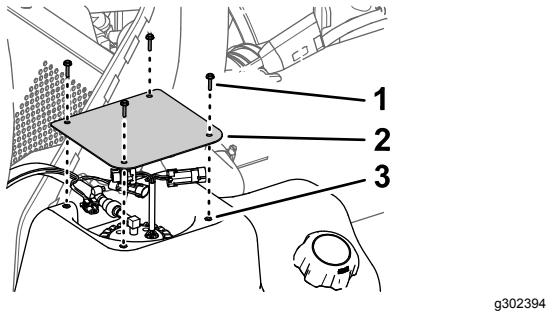

Figura 1
5. Retire los 4 tornillos que sujetan la tapa y retírela (Figura 1).